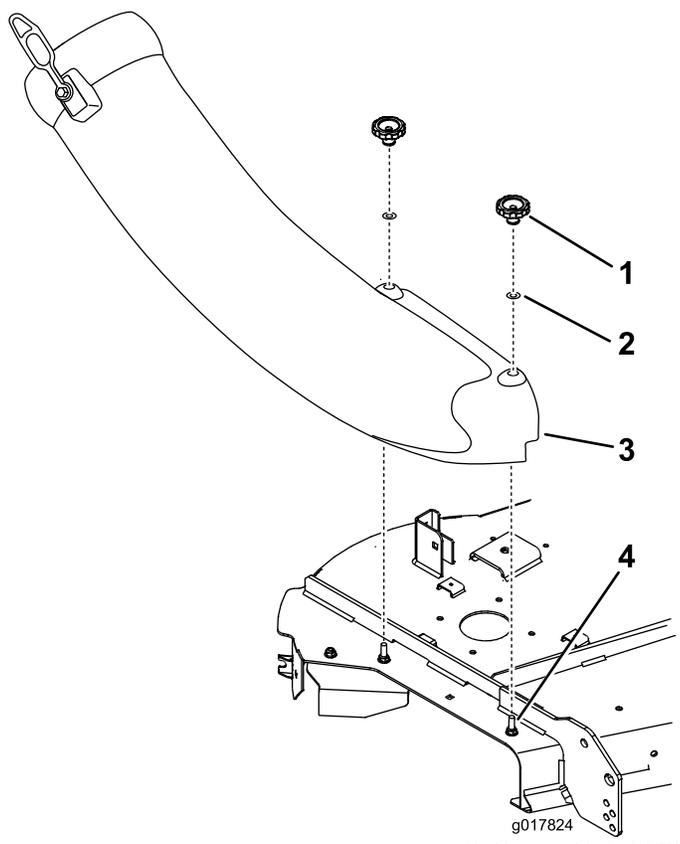

Figure 26
4. Alignez le trou de la goulotte et placez-le sur le boulon. Fixez la goulotte au tablier de coupe avec le bouton et la rondelle plate (5/16 po), comme montré à la Figure 26.